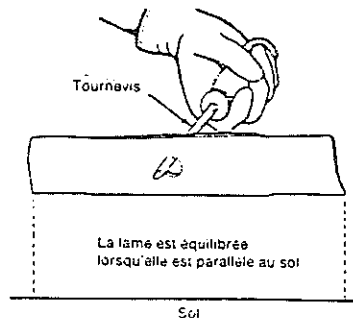

Fig.6
- affûter la lame en respectant l'angle d'affûtage initial; vérifier l'équilibrage de celle-ci pour éviter les vibrations (fig.6),